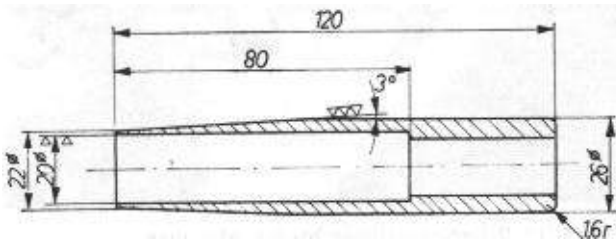

Bild G 15. Aufsteckhülse für Wellendichtring
9. Wellendichring 20 X 40 X 10 unter Verwendung des unter Bild G 15 skizzierten Montagewerkzeuges aufsetzen.